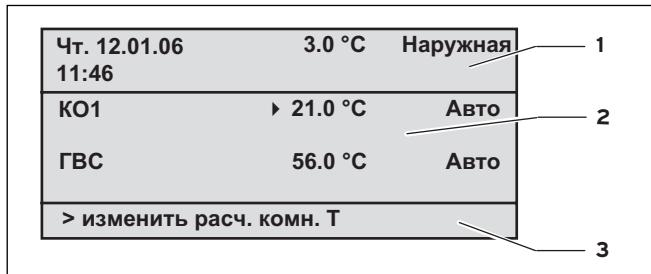

Рис. 4.2 Обзор дисплея (пример режима основной индикации)
- Режим основной индикации (рис. 4.2)
Описанная далее концепция управления касается режима основной индикации (рис. 4.2) и разных страниц для индикации/ввода уровня пользователя.
Исходная ситуация: Вы находитесь в режиме основной индикации (см. рис. 4.2). Как попасть в режим основной индикации, см. в гл. 4.3.3.
Нажатием на один или оба задатчика Вы переходите из упрощенного режима основной индикации на следующую дисплейную страницу (см. рис. 4.2).